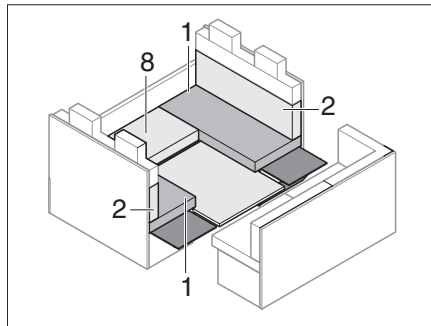

Bild 177 Under ombyggnaden
- Ta bort sittdynan (Bild 177,8) och underlaget.